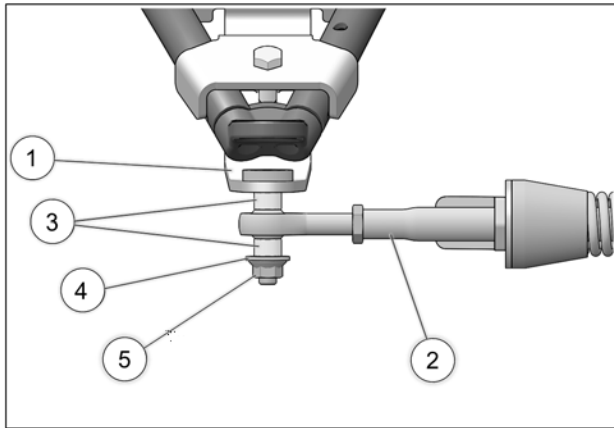

Fig. 21
- Attach the stabilizing rod (2) to the anchor bracket (1), using the two spacers (3), washer (4), and nut (5). Torque to 70 N•m [52 lb•ft]. Refer to Fig. 21
9. Fixer le bras stabilisateur (2) à l'ancrage de suspension (1) à l'aide des deux espaceurs (3), de la rondelle (4) et de l'écrou autobloquant (5). Serrer à un couple de 70 N•m [52 lb•pi]. Voir la Fig. 21 dans l'ordre indiqué.